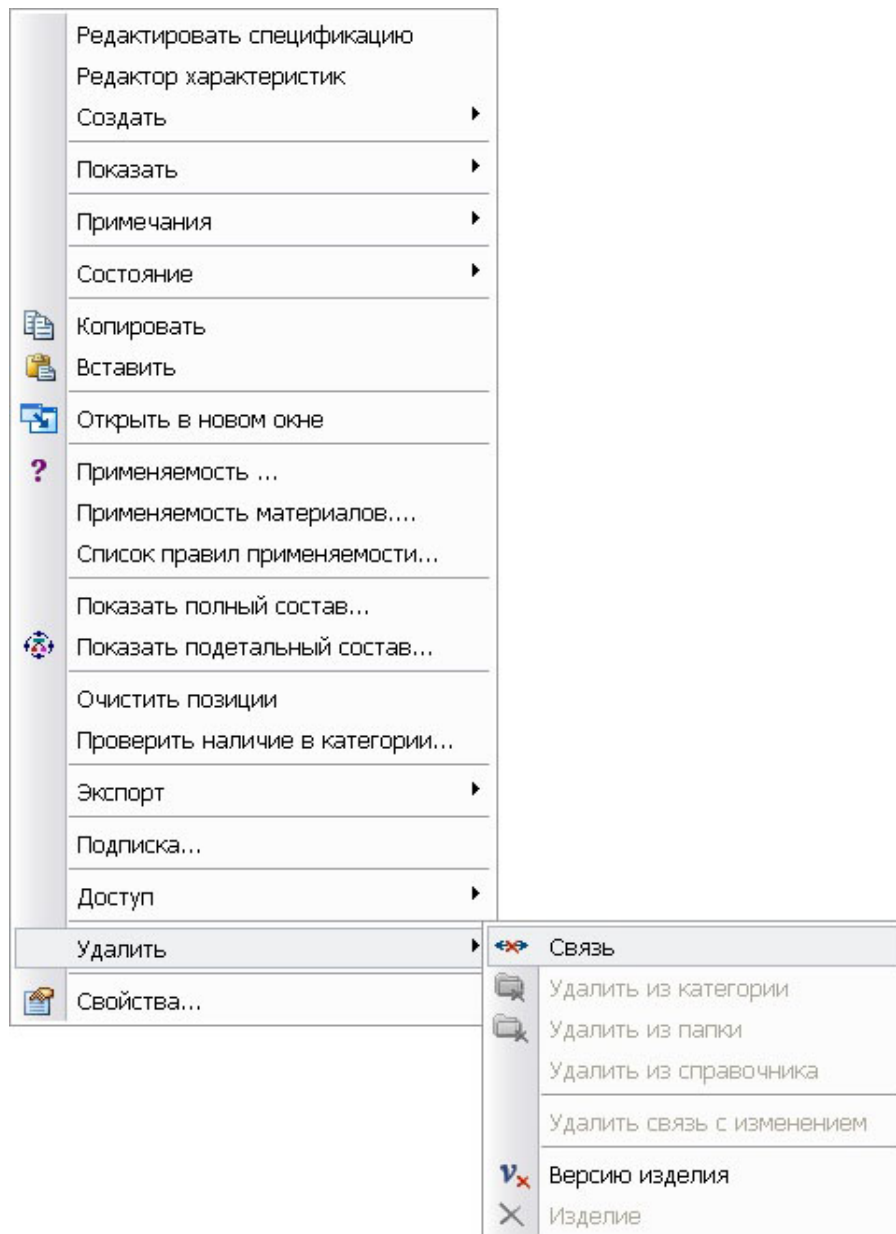

Рис. 47
2. В появившемся контекстном меню выберите пункт **Удалить → Связь** (Рис. 47).